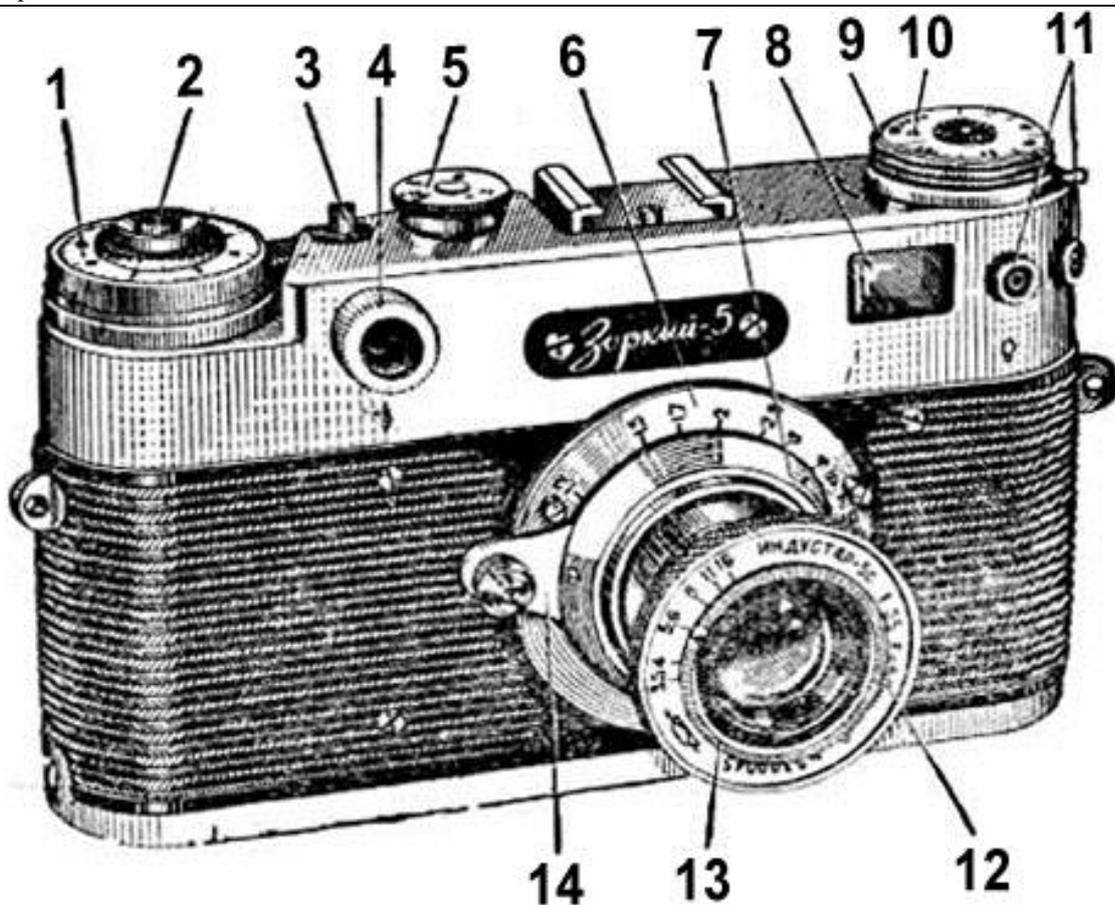

Рис. 1.
- в) с объективом «Индустар-50» (рис. 1).
Установку величин выдержек можно производить как при взведенном затворе, так и при невзведенном. Необходимо помнить, что поворот диска со шкалой величин выдержек 5 (рис. 1) возможен только в пределах шкалы В, 30, 60, 125, 250, 500 и обратно. **В интервале В–500 диск поворачивать нельзя во избежание порчи аппарата.**
2. Зарядка кассеты (рис. 1, 3)
3. Зарядка фотоаппарата (рис. 1, 2, 3)
4. Оптическое снаряжение камеры – объектив, дальномер, видоискатель (рис. 1, 2)
5. Синхронизация вспышки (синхроконтакты) (рис. 1)
6. Фотографирование (рис. 1, 2)